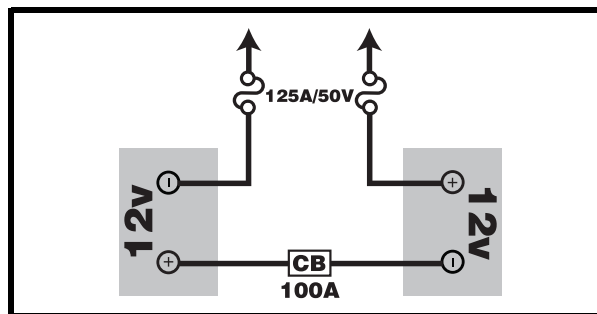

Figure 14A. Orientation des fils des batteries
- Placez une nouvelle batterie dans chaque puits en prenant soins d'alignez les bornes de la batteries droite près du mât de siège et les bornes de la batterie de gauche loin du mât. **Voir la figure 14A.**